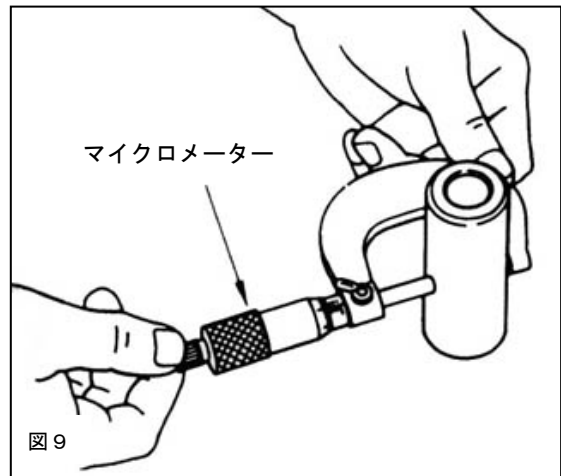

図9
7. 2 ピストンピン外径をマイクロメーターを用いて測定します。(図9)